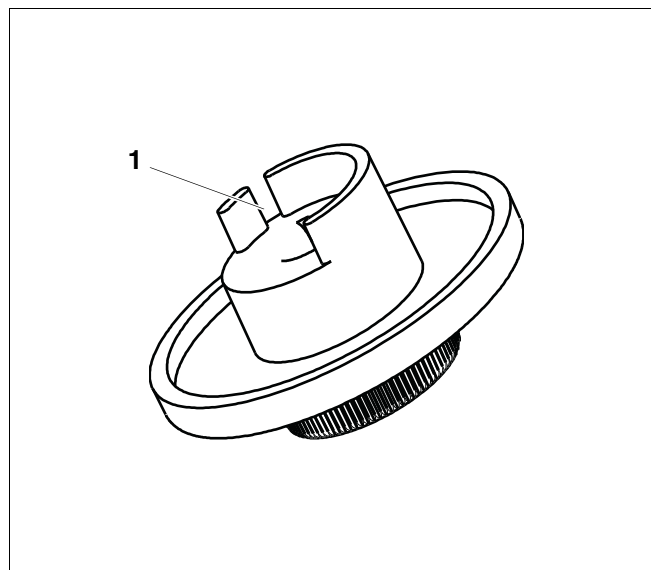

Рис. 3 Ручка настройки
- ▶ Отломите стопор (→ Рис. 3, [1]).